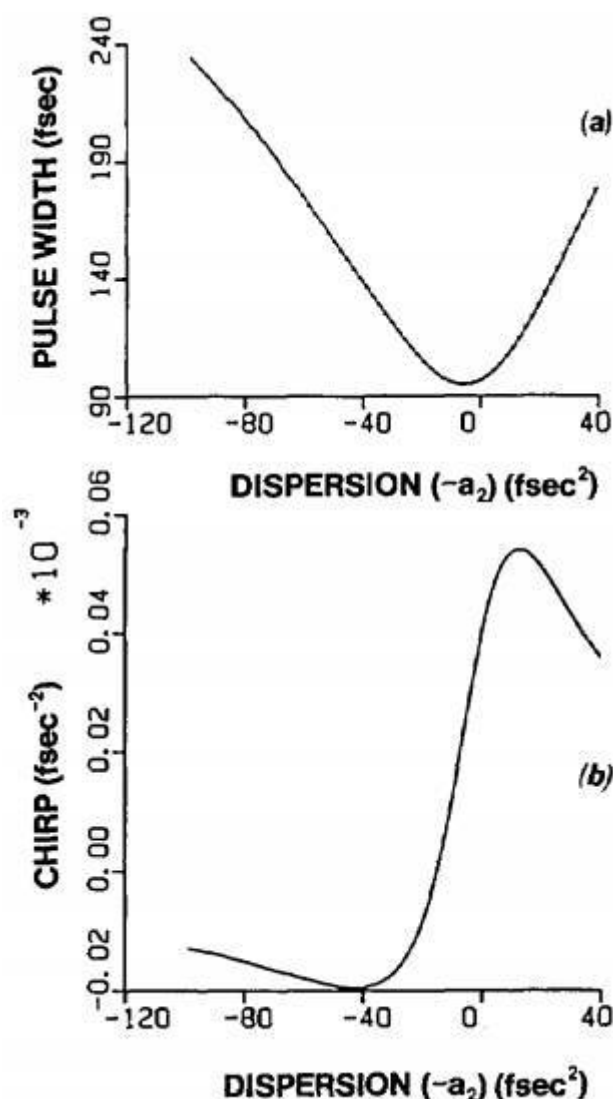

图2 在腔内弱自相位调制效应下锁模脉宽和啁啾量（chirp）与腔内二阶色散的关系[1]
O.E.Martinez等人在1984年从理论上首先指出了利用腔内自相位调制和色散的平衡可以实现非常短的锁模脉冲输出[1]，而且当谐振腔内的自相位调制效应一定、二阶总色散量为负并且接近零色散时，能够得到最短、但是稍微带点啁啾（chirp）的锁模脉冲，如图2所示。